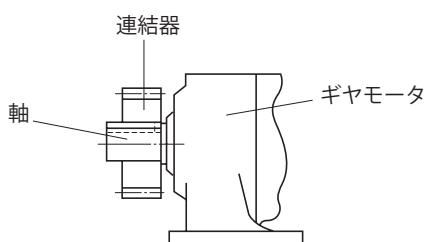

図 E12
- スプロケットやギヤの荷重作用点が軸中央よりギヤモータ側へくるようにしてください。(図 E12 参照)